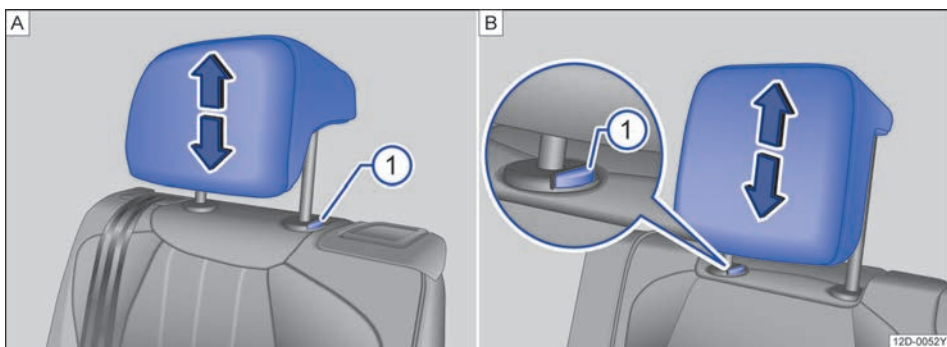

图 72 A. 调节第二排座椅头枕 B. 调节第三排座椅头枕
- 按住按钮→图 72①，同时沿箭头方向上推或下压头枕即可将头枕调整至合适高度→▲。